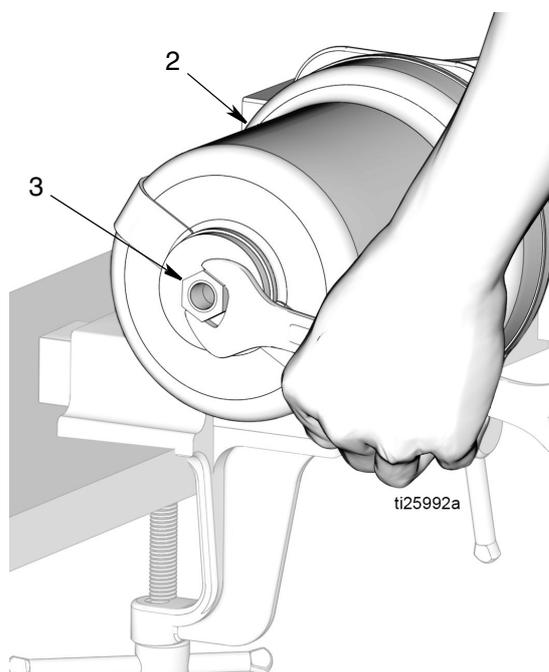

FIG. 54
- e. Avvitare il dado di fermo del pistone (3) nella parte superiore del cilindro pneumatico (2), come mostrato in Fig. 54. Serrare il dado utilizzando una chiave. Serrare il dado a una coppia da 20,3 a 23,1 N•m (15 - 17 ft. lbs).